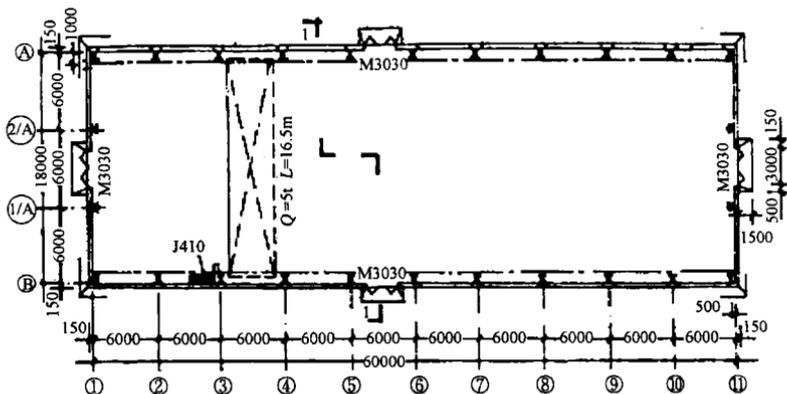

图 1-2 某单层工业厂房平面图
(1) 图 1-2 所示为某通用机械厂机修车间的平面图。车间的平面为一矩形，其横向轴线①~⑩共十个开间，柱子轴线之间的距离为 6000 mm，看图时应注意两端角柱与轴线（①和⑩）有 500 mm 的距离。纵向轴线④~⑥是通过柱子外侧表面与墙内沿定位的。这些定位轴线的位置必须看清楚，并要记住，否则在施工中会造成重大损失。
(2) 这个车间的柱子是采用工字形截面的钢筋混凝土柱。
(3) 该车间由于生产上的需要，在车间内设有一台桥式吊车，图上注明了吊车的起重量 ($Q=5\text{ t}$) 和轨距 ($L_k=16.5\text{ m}$)。
(4) 在室内两侧的粗点划线，是表示吊车轨道的位置，也是吊车梁的位置。上下吊车用工作梯，设在②~③开间的④轴线